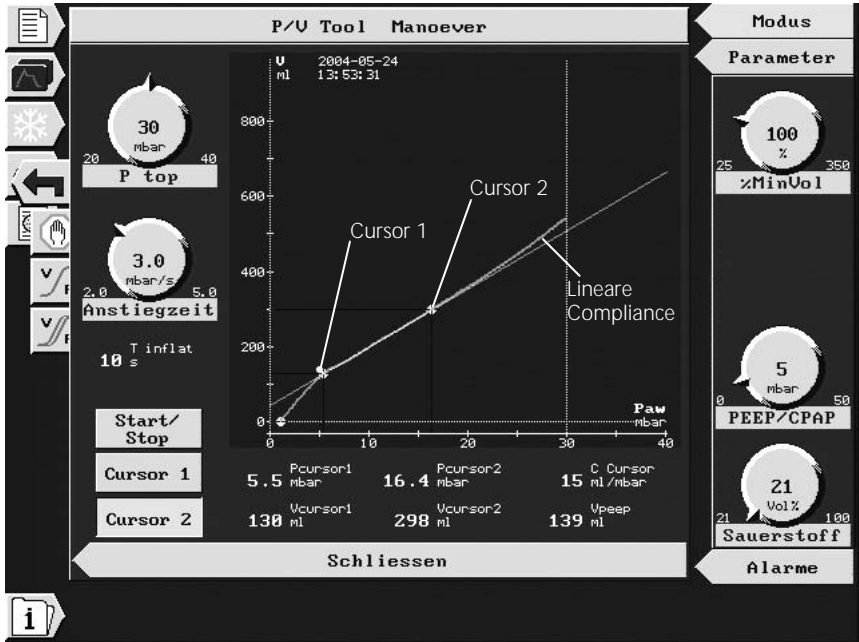

Abbildung 7-3. P/V Tool-Cursor-Messfunktion
5. Nach dem Ende des Manövers bleibt das Fenster mit der Kurve noch ca. 1 Minute lang geöffnet. Wählen und aktivieren Sie **Cursor 1** zum Überprüfen der Punkte auf der Kurve; drehen Sie dann den M-Knopf, um einen Punkt auf der Kurve zu lokalisieren, an dem Sie den unteren Inflection Point vermuten (Abbildung 7-3). Deaktivieren Sie **Cursor 1**.